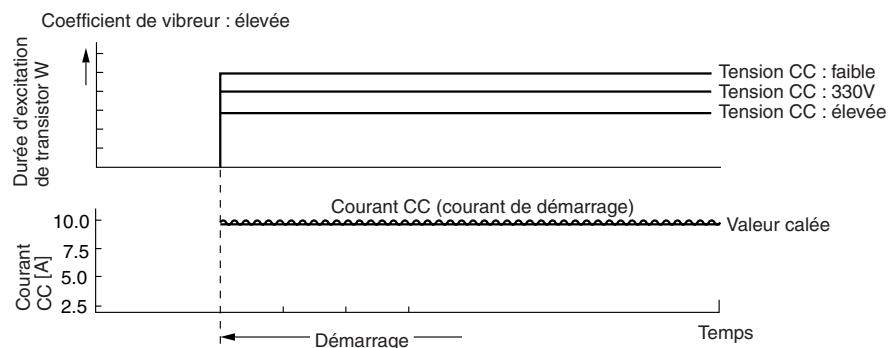

Fig. 8-7
- (2) Comme indiqué sur Fig. 8-7, la durée d'excitation du transistor W⁺ change en fonction du niveau tension CC pour que le courant de démarrage soit égal à environ 10 A.